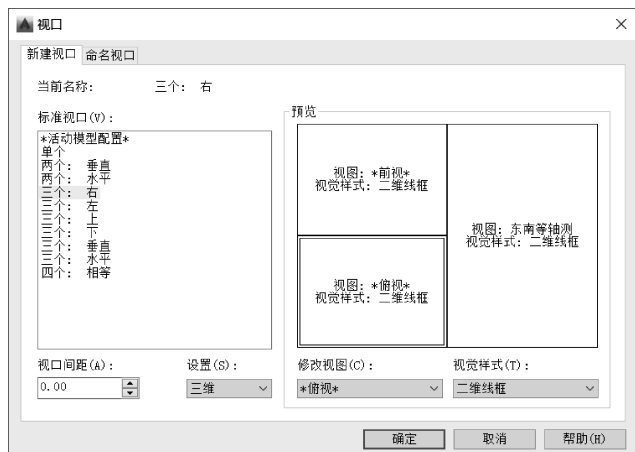

图 12-19 视口设置示例
2) 新建浮动视口，设置视口，标准视口为“三个：右”，“视口样式”分别是“前视”“俯视”和“西南等轴测”，如图 12-19 所示。指定视口范围后，视口生成。选择“视口”工具栏，将各视口的比例均设为 1:1 或一致。